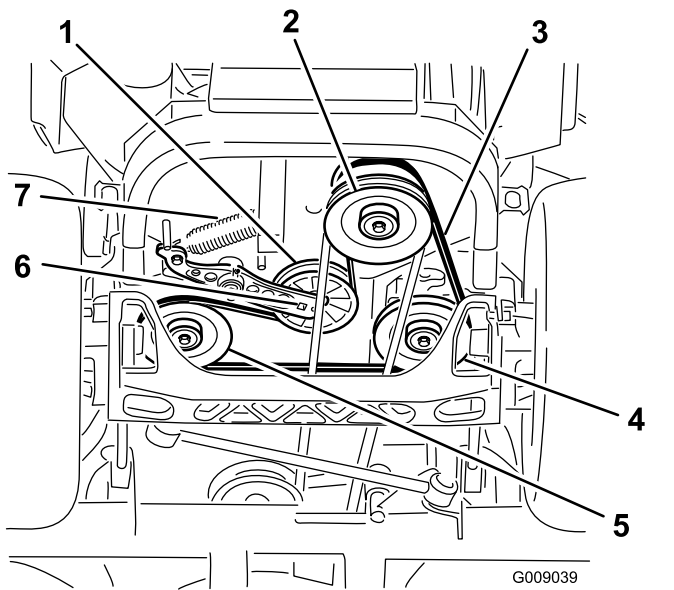

Figura 83
4. Eleve a máquina e apoie-a (Figura 83).
5. Utilize uma lingueta no orifício quadrado no braço intermédio para retirar a mola intermédia (Figura 83).
6. Desengate a mola intermédia da estrutura (Figura 83).
9. Utilize uma lingueta no orifício quadrado no braço intermédio; coloque a mola intermédia na estrutura (Figura 83).